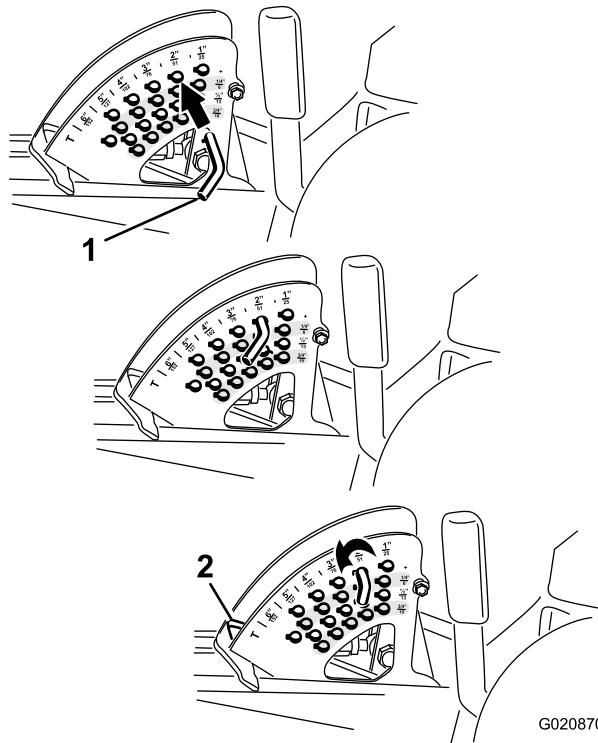

Figura 20
Nota: Per bloccare il piatto di taglio in posizione sollevata, solvatelo oltre la posizione di 15,2 cm, togliete la spina di fermo dell'altezza di taglio e inseritela nella posizione dell'altezza di taglio di 15,2 cm (Figura 20).
fori della staffa dell'altezza di taglio, e toglietela (Figura 20).
3. Nella staffa dell'altezza di taglio scegliete un foro corrispondente all'altezza di taglio richiesta, inserite la spina e bloccatela per mantenere questa posizione (Figura 20).
Nota: Vi sono 4 file di fori di posizionamento (Figura 20). La fila superiore fornisce l'altezza di taglio elencata sopra la spina. La seconda fila fornisce l'altezza elencata più 6 mm. La terza fila fornisce l'altezza elencata più 13 mm. La fila inferiore fornisce l'altezza elencata più 19 mm. La posizione di 15,2 cm ha un solo foro, situato nella seconda fila, che non aggiunge 6 mm alla posizione.